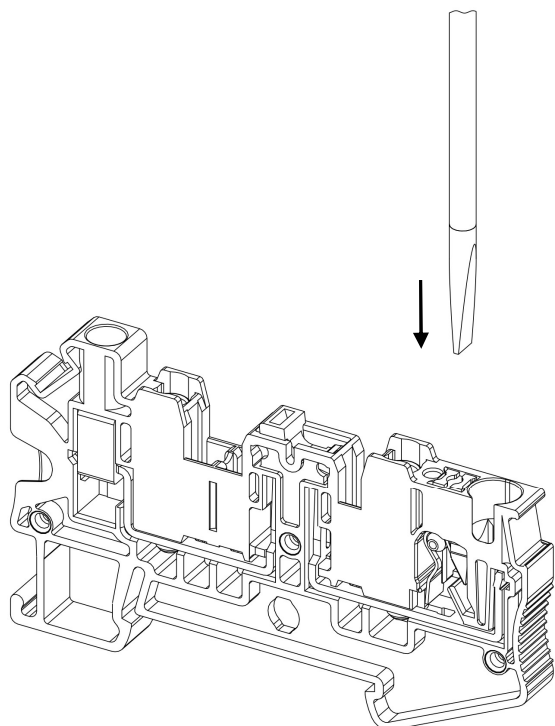
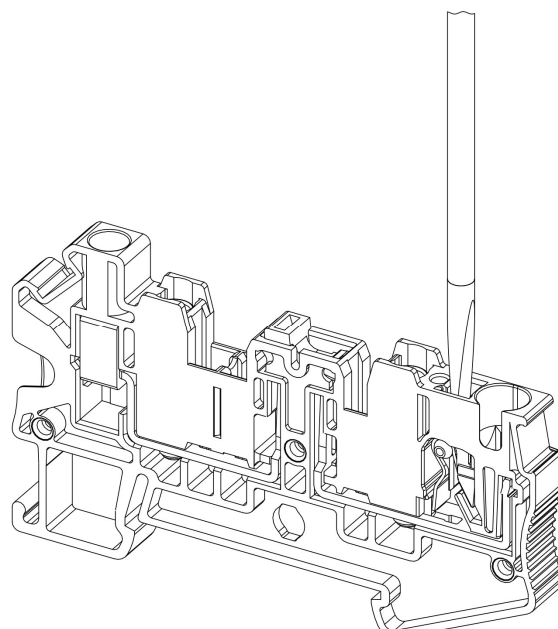

Рисунок 25 – ввод отвертки для открытия зажима
Рисунок 26 – открытый зажим
- Надавите отверткой на кнопку, чтобы открыть точку подключения для ввода проводника (рис. 25; рис. 26).